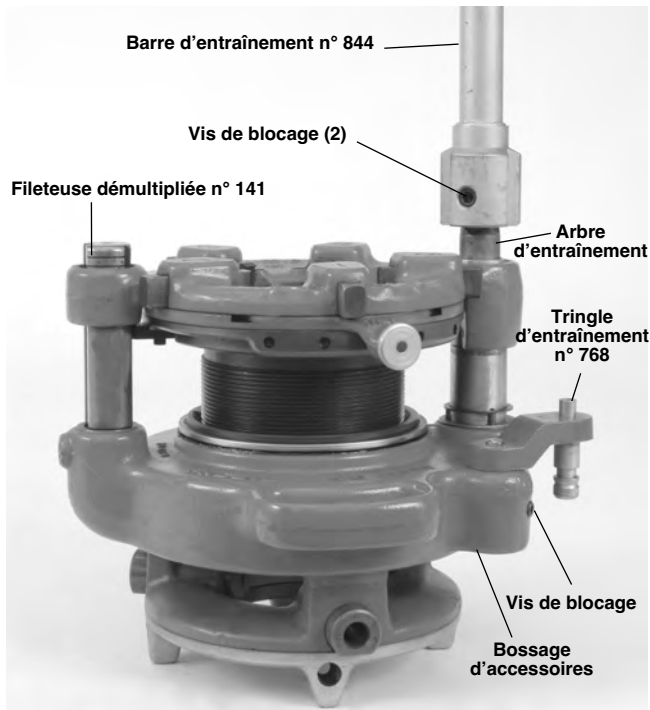

Figure 15 – Barre d'entraînement n° 844 et bielle d'entraînement n° 768 installées
8. Avec l'arbre d'entraînement de la fileteuse démultipliée vers le haut, engagez-y la barre d'entraînement n° 844, puis serrez ses deux vis de blocage (*Figure 15*). Sur la machine 535A, ne connectez pas encore la barre d'entraînement.
- Desserrez la vis de blocage du bossage d'accessoires de la fileteuse démultipliée. Introduisez la tringle d'entraînement n° 768 dans le bossage et serrez la vis de blocage (Figure 15). Ne pas trop serrer, car la tringle doit pouvoir tourner librement.